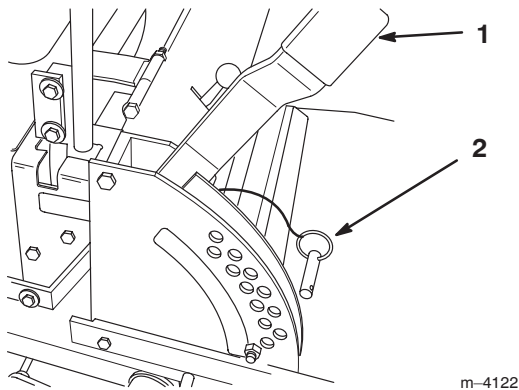

Figure 17
1. Relevez le levier de sélection de hauteur de coupe en position de transport (qui correspond aussi à la hauteur de coupe de 114 mm) (Fig. 17).
2. Retirez l'axe de chape du support de hauteur de coupe (Fig. 17).
3. Placez l'axe de chape dans le trou du support correspondant à la hauteur de coupe voulue (Fig. 17).
4. Abaissez le levier de sélection de hauteur de coupe jusqu'à l'axe de chape (Fig. 17).